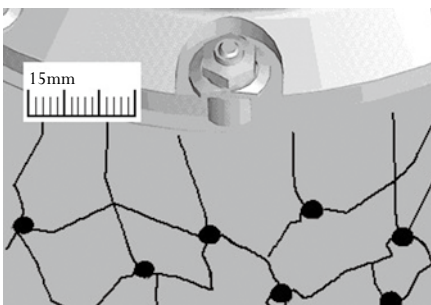

图2 陶瓷制动器摩擦面上的发丝状裂纹
**A** 陶瓷制动器摩擦面上的发丝状裂纹是在由于加工工艺而形成的一些去应力裂纹(图2), 因制造技术而产生, 这不是陶瓷制动盘的缺陷特征, 更不能成为更换陶瓷制动盘的理由。这些去应力裂纹的程度各不相同, 有一部分在新制动盘上也清晰可见, 且其深浅程度也有所不同。冷却通道凸台上的表面裂纹也不是陶瓷制动盘的缺陷特征。